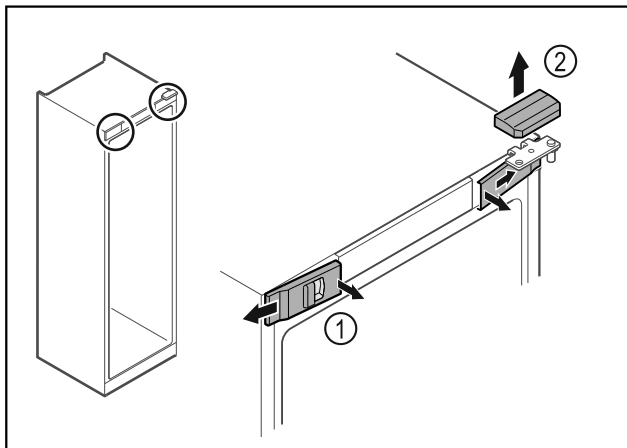

Fig. 16
- Desencajar las cubiertas delanteras Fig. 16 (1) del interior y dejarlas a un lado.
- Retirar hacia arriba la cubierta superior Fig. 16 (2).